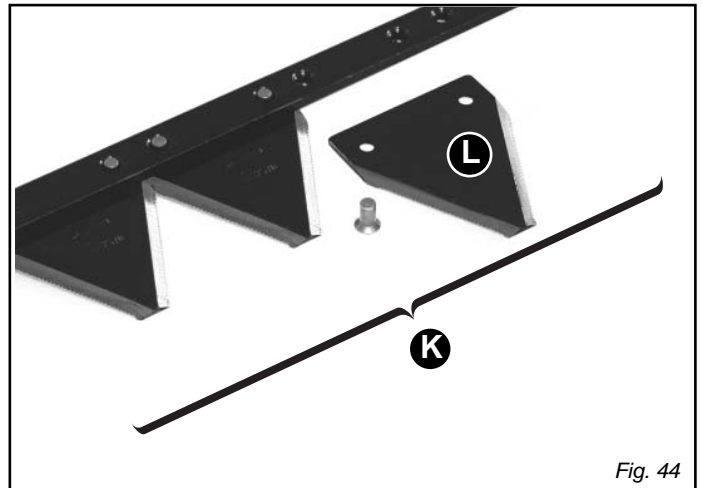

Fig. 44
SUSTITUCIÓN DE LA VARILLA PORTASECCIONES (K, Fig. 44)
SUSTITUCIÓN DE LAS SECCIONES (L, Fig. 44)
- Remache la sección nueva con los remaches respectivos (L, Fig. 44).